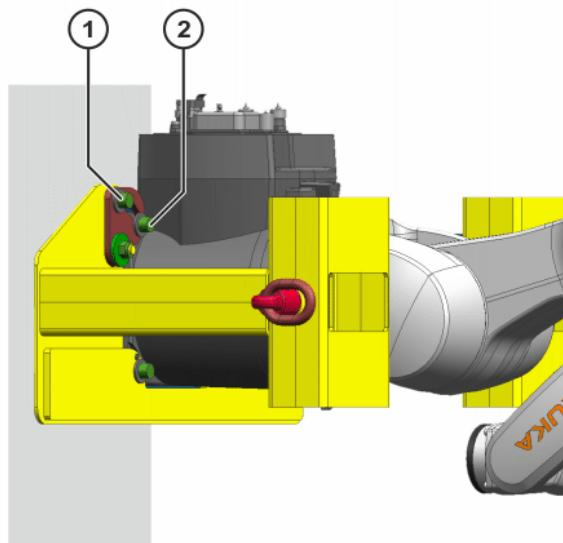

Abb. 7-11: Schrauben oben herausdrehen
14. 2 Innensechskantschrauben M12x30-8.8-A2K (Innensechskantschrauben oben) und Scheiben oben aus dem Grundgestell herausdrehen (>>> Abb. 7-11).